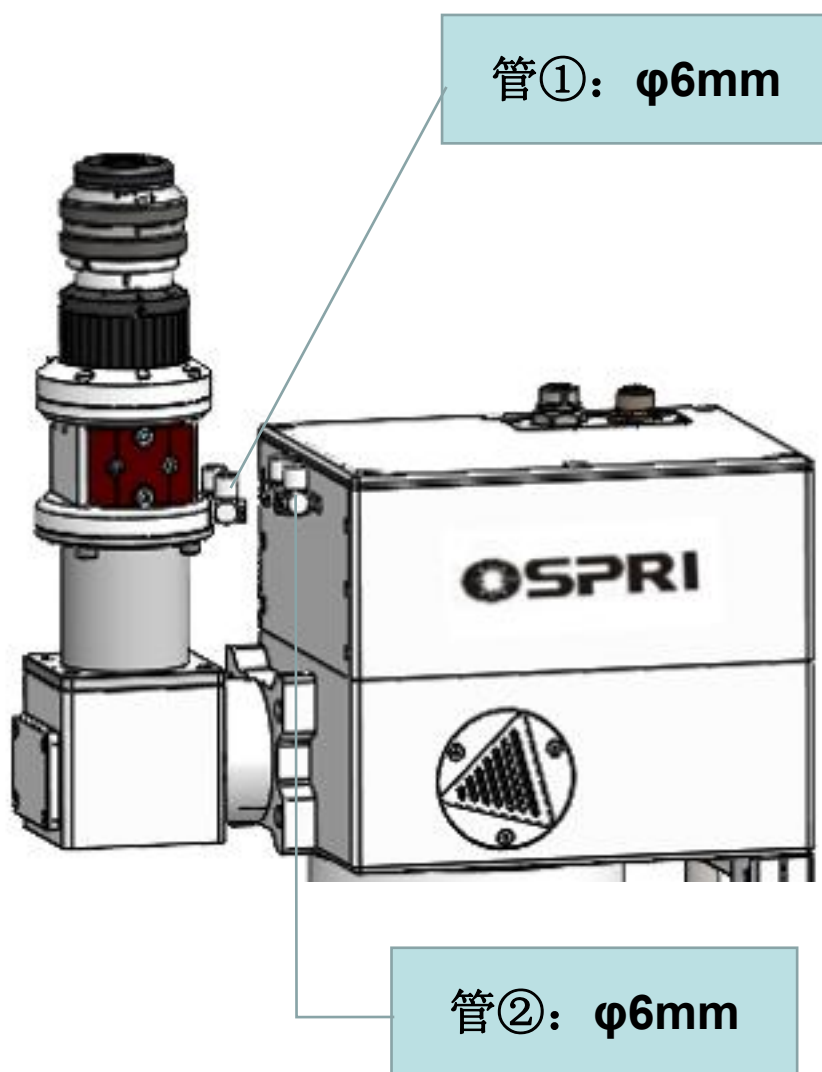

图1.5
管②用于振镜主体环境冷却，一进一出冷却管路，如下图1.5所示：